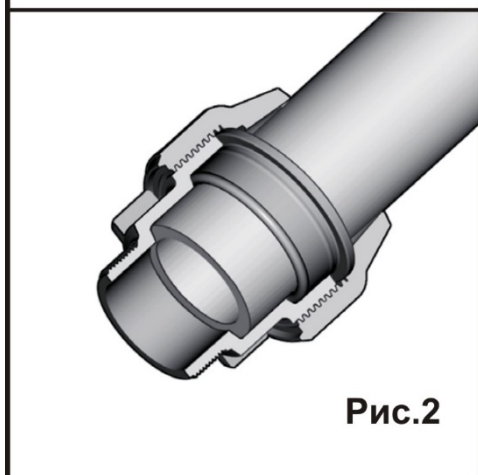

Рис.2
При использовании труб длиной 3,0 м (на один этаж) каждая труба крепится неподвижно, стальным креплением под раструбом, проход через междуэтажное перекрытие считается подвижными креплениями (рис.2)
а) Резка труб выполняется пилой с мелким зубом либо труборезом под прямым углом (рис. 2);
3) Вставьте трубу в корпус фитинга и затяните накидную гайку до упора (рис. 2).